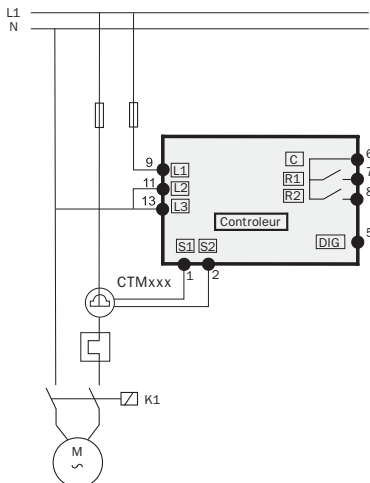

Fig 2. Exemple de connexion monophasée.
2. Pour un branchement monophasé voir fig 2.